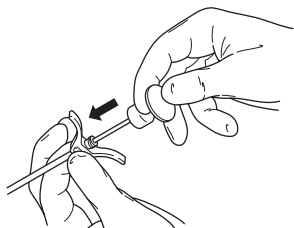

Figure 3 – Injecter du ciment osseux à l'aide de l'obturateur à ciment
5. Sous contrôle radioscopique, injecter le ciment osseux à l'aide de l'obturateur à ciment (voir la Figure 3).